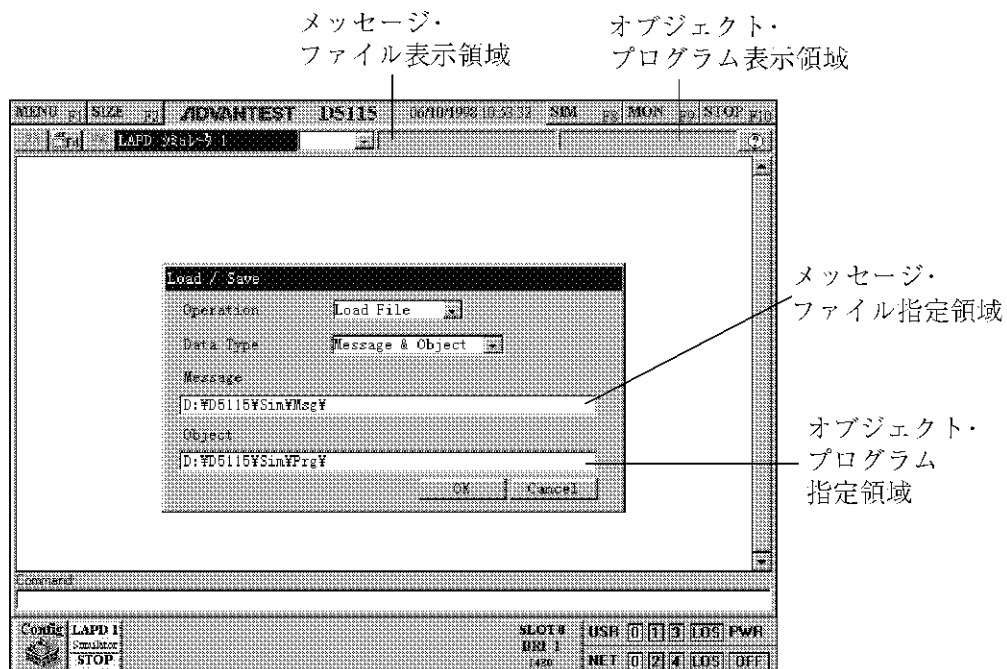

図 3-1 Load/Save メニュー
2. **F4** を押すと Load/Save メニューが表示されます (図 3-1)。オブジェクト・プログラム指定領域で **MOJL.OBJ** を指定します。ファイル名の指定方法は、「D5115 取扱説明書 3.7.8 (3) ファイル名入力領域」を参照して下さい。**OK** にカーソルを移動して、**Enter** を押すと、オブジェクト・プログラム表示領域に **MOJL.OBJ** が表示されます。